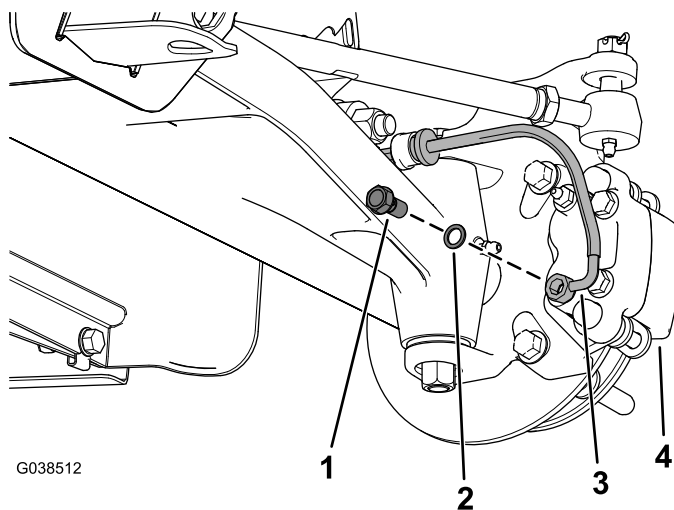

Рисунок 3
3. Выверните болт типа «банджо» и шайбу с суппорта тормоза и снимите переднюю тормозную трубку с суппорта тормоза в сборе (Рисунок 3).
13. Установите шланг переднего тормоза на суппорт тормоза в сборе с помощью болта типа «банджо» и двух шайб для болта типа «банджо» (Рисунок 3).